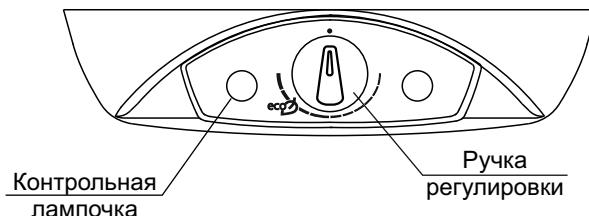

Рисунок 2 - Панель управления ЭВН моделей **W50V1, W80V1, W100V1, W120V1, W50V10, W80V10, W100V10, W120V10**
- в ЭВН моделей **W50V1, W80V1, W100V1, W120V1, W50V10, W80V10, W100V10, W120V10** регулировка осуществляется с помощью ручки регулировки. Поворотом ручки по часовой стрелке увеличиваются температуру нагрева воды, поворотом ручки против часовой стрелки - уменьшают. Для ориентации на шкале обозначено положение ручки регулировки «**«eco»**, соответствующее нагреву воды примерно до 60°C (см. рисунок 2).